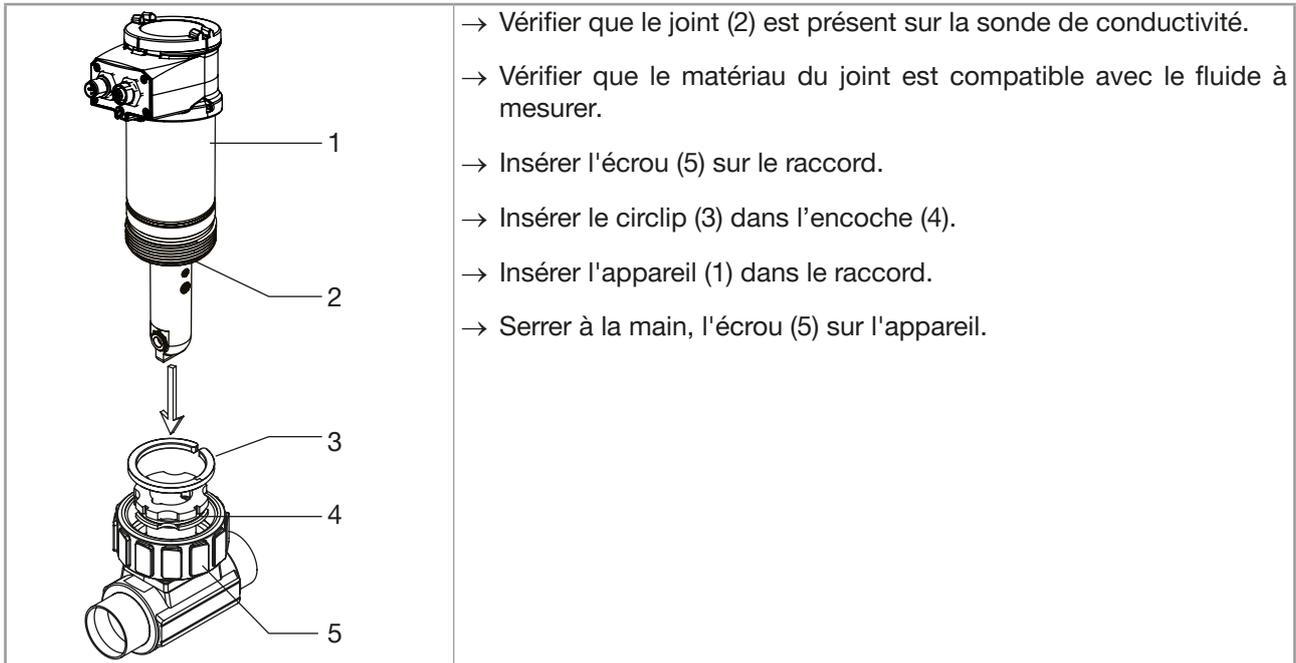

Fig. 10 : Installation d'une variante d'appareil avec écrou G2" dans un raccord type S020
- Installer l'appareil dans le raccord, tel qu'illustré en Fig. 10 :